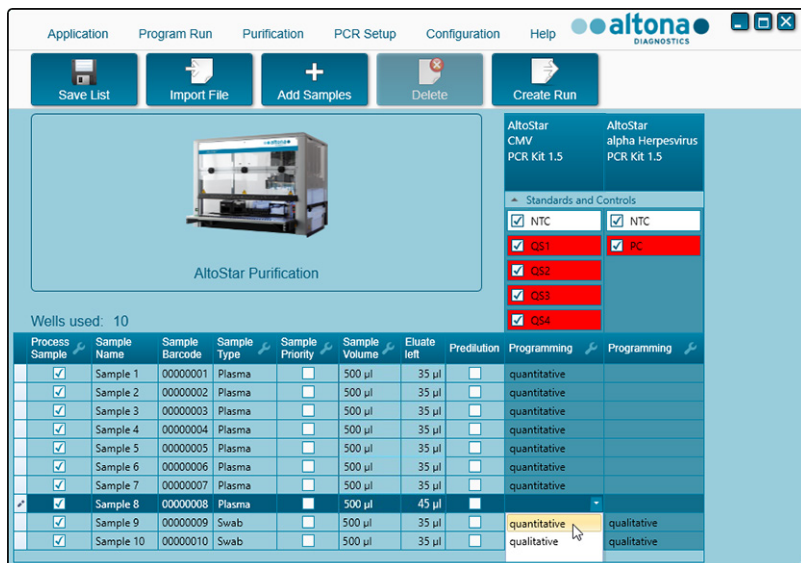

Figura 9: Pantalla Programming (programación): asignación de ensayos PCR
- Si utiliza una serie de configuración de PCR automatizada, asigne los ensayos adecuados a muestras específicas haciendo clic en la celda que esté en la fila de la muestra respectiva y en la columna del ensayo respectivo (consulte la figura 9). Para ver más detalles, consulte las instrucciones de uso respectivas de los kits y reactivos de alta Diagnostics especificados para su uso con el kit AltoStar® Purification Kit 1.5.
- Por encima de la tabla de muestra en la pantalla de programación (consulte la figura 9), aparece **Wells used** (pocillos utilizados), que muestra el número de pocillos de Processing Plate (placa de procesamiento) necesarios para procesar las muestras marcadas actualmente en la columna **Process Sample** (muestra de proceso).